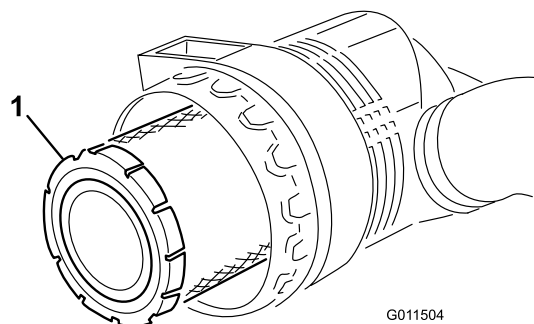

Figura 46
3. Togliete il filtro primario e sostituitelo (Figura 46). Si sconsiglia la pulizia dell'elemento usato, per evitare il rischio di danneggiare l'elemento filtrante. Controllate il filtro nuovo e accertatevi che non sia stato danneggiato durante la spedizione, in particolare l'estremità di tenuta del filtro ed il corpo. **Non usate l'elemento se è avariato.** Montate il filtro nuovo premendo sul bordo esterno dell'elemento per inserirlo nella scatola. **Non premete sulla parte centrale flessibile del filtro.**